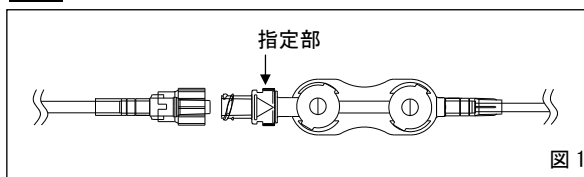

図 1
** (1) 逆止弁付の製品を使用する場合には、逆止弁の入口を上向きにし、穿刺部より高い位置にすること。[逆流が生じるおそれがある。]
** (2) 回転機能を有する逆止弁のメスコネクタにオスコネクタを接続する、又はチューブのねじれを修正する場合には、逆止弁の指定部を持つこと（図 1）。[指定部以外を持った場合、部品の回転により十分なロックかん合ができないおそれがある。]